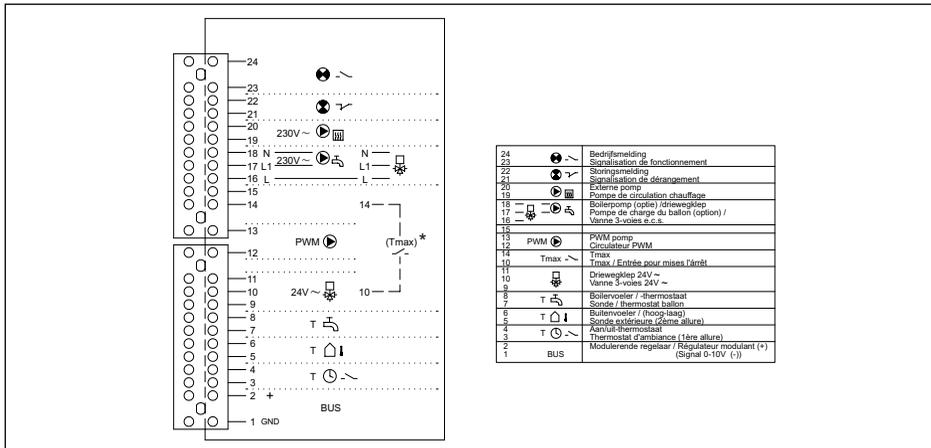
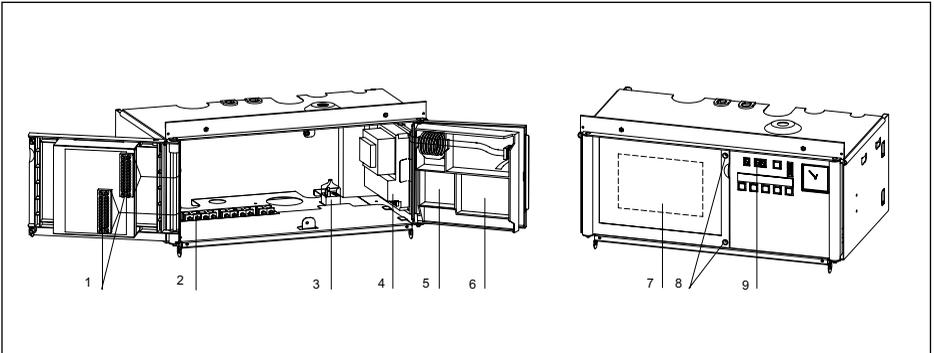
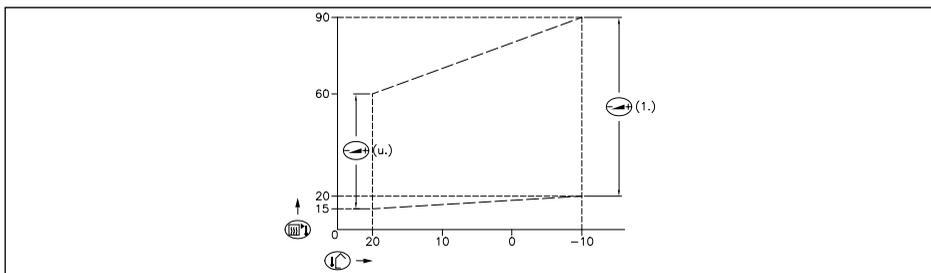

Fig. 17 Bornier de raccordement
Fig. 18 Tableau de bord, vues interne et externe.
Fig. 23 Pente de chauffe interne
Tous les raccordements supplémentaires (excepté pour **rematic**® 2945 C3K) peuvent être réalisés sur le bornier standard de la chaudière, voir Fig. 17. Ce bornier se situe dans le bôtier électrique et peut être atteint en dévissant les deux vis du tableau de bord, voir Fig. 18. Les possibilités de raccordements supplémentaires sont expliquées dans les paragraphes suivants.
La Remeha Quinta a été préparée pour une communication basée sur le système "OpenTherm", permettant l'utilisation de tout régulateur d'ambiance modulant OpenTherm approprié, par exemple Remeha Celcia 20. Votre fournisseur vous explique quels régulateurs OpenTherm sont compatibles avec la Remeha Quinta. Ces régulateurs doivent être installés dans une pièce de référence. Leur raccordement doit être effectué à l'aide d'un câble à 2 fils sur les bornes 1 et 2 du bornier, voir Fig. 17.
câble à 2 fils sur les bornes 1 et 2 du bornier, voir Fig. 17). Dans ce cas, une compensation d'ambiance est également disponible.
Le fonctionnement modulant est possible en utilisant une sonde extérieure (fournie en option) en combinaison avec un thermostat d'ambiance (non fourni). Pour ce faire, raccorder les fils de la sonde aux bornes no. 5 et 6 et les fils du thermostat aux bornes no. 3 et 4 du bornier, voir Fig. 17. Ainsi, suivant la température ambiante, la chaudière pourra moduler, et régler la température de départ en fonction de la température extérieure (voir Fig. 23, pente de chauffe interne).
Une pompe de charge ECS doit être raccordé sur les bornes 16 (230V), 17 (interrupteur) et 18 (N), voir Fig. 17. Ajuster le paramètre $\boxed{1}$ dans $\boxed{0}$ $\boxed{1}$. (Voir Par. 6.6).
Une vanne 3-voies doit être raccordé sur les bornes 17 et 18, voir Fig. 17.